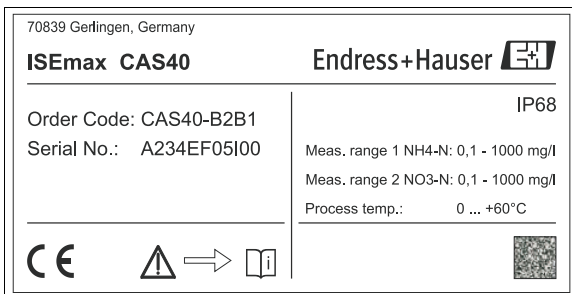

図 2 CAS40 の例
-  2 特定図への相互参照を示すシンボルです（例えば、図 2）。